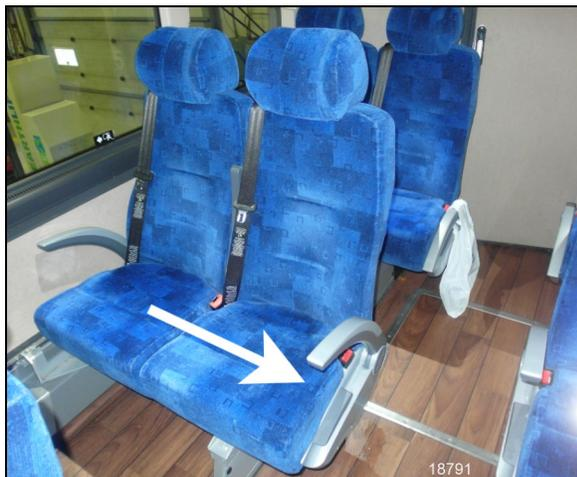

FIGURE 32: TIRER POUR DÉBLOQUER LA ROTATION
2. Tirer les sièges vers l'allée centrale pour libérer la rotation (Figure 32).